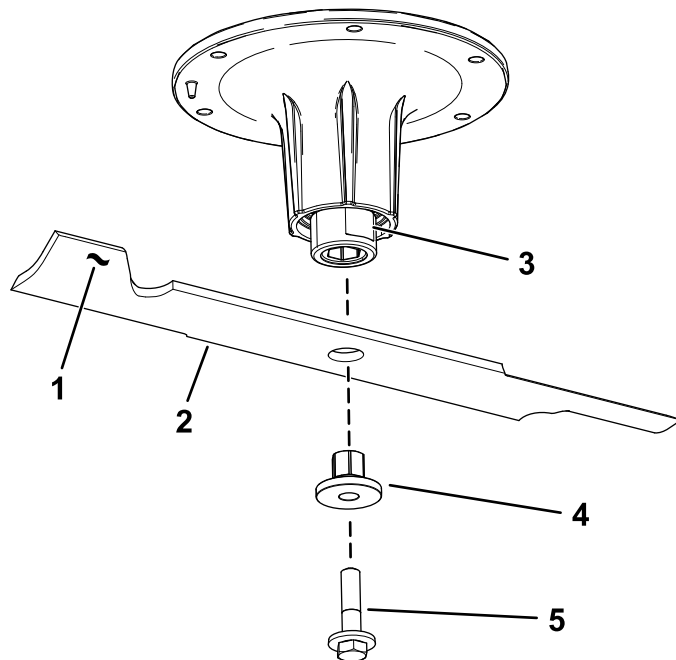

Bild 75
2. Entfernen Sie die Messerschraube, Buchse und das Messer von der Spindelwelle (Bild 75).